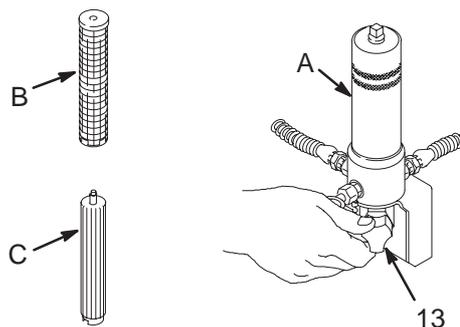

Fig. 5
2. Retirar la cubeta de filtro (A) y la malla (B); véase la manual 307-273. Instalar la cubeta y el soporte (C), sin la malla, para lavarlo. Limpiar la malla separadamente. Véase la Fig. 5.
3. Cerrar la válvula de purga (13).